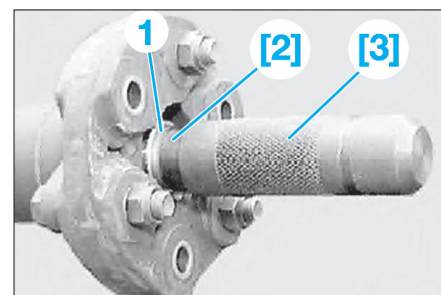

Fig. 7
- [2]. Mandrin à frapper pour enfoncer la douille de centrage sur l'arbre de transmission (ref : 11 2 030) (Fig.7).
- [3]. Poignée (ref : 00 5 500) (Fig.7).
- Enfoncer la douille de centrage (1) dans l'arbre de transmission au moyen des outils [2] et [3] (Fig.7).